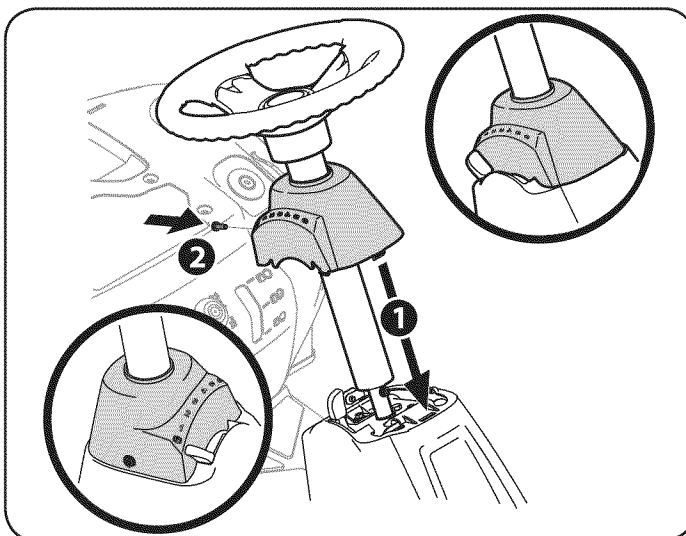

Figura 3
7. Deslice la tapa del pedestal sobre el tractor (1) y rótelas ligeramente a la derecha para calzarla en su lugar. Sujete el pedestal con el tornillo (2) que extrajo antes. Vea la Figura 3.